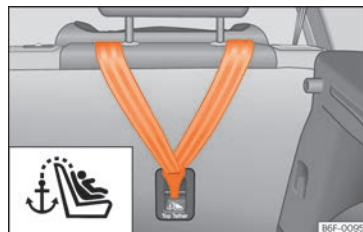

Abb. 31 Rückseite der Rücksitzbank: Halteösen für den Top Tether-Gurt.
- Befestigungsgurt durchziehen und ordnungsgemäß an der Verankerung an der Rückseite der Rückenlehne befestigen »» **Abb. 31**.